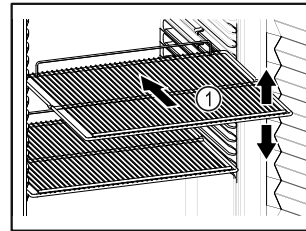

Fig. 60 Przykładowa prezentacja
- Jeżeli ruszty do składowania Fig. 60 (1) są ruchome, należy je ustawić odpowiednio do wysokości.